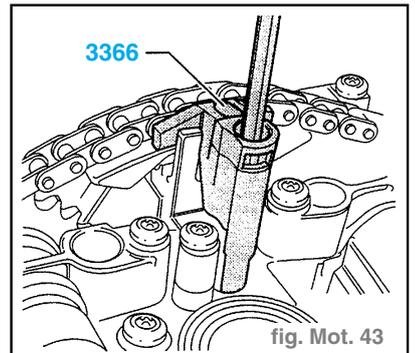

fig. Mot. 43
- Freiner le tendeur de chaîne avec le support du tendeur de chaîne 3366 (fig. Mot. 43).